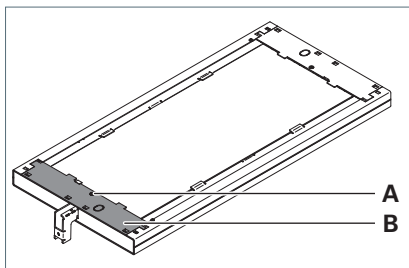

Fig. 1: Abdeckung entfernen.
- ▶ Drehen Sie die Schraube **A** aus der Abdeckung **B**, siehe Fig. 1.